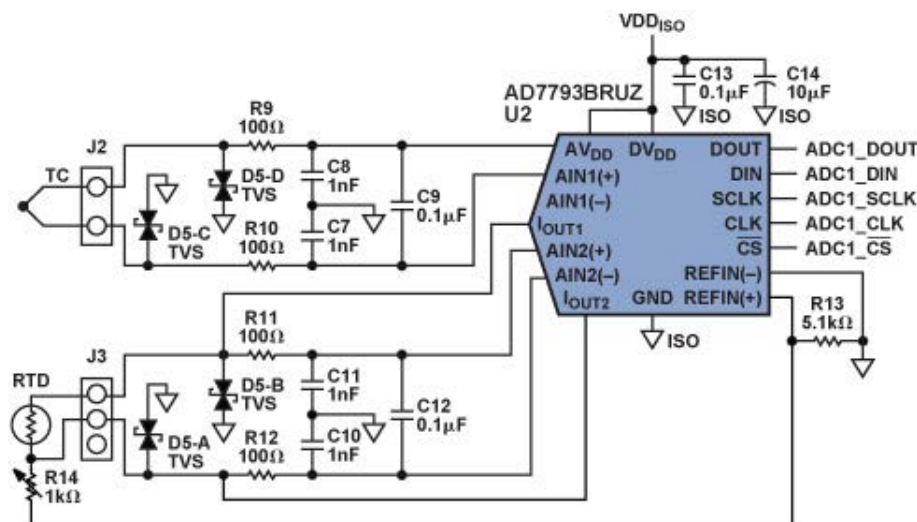

図15. アナログ入力保護回路
熱電対 (TC)、抵抗温度デバイス (RTD) などの外部センサーをADCに直接接続するときも、同じような保護対策が必要になります (図15を参照)。